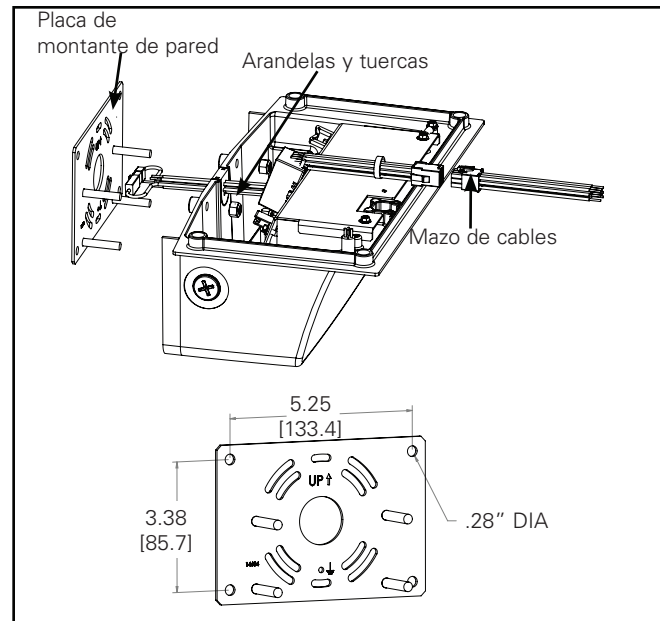

Figura 10.
- Monte la placa de montante de pared provista en la pared o sobre una caja de derivación (la caja de derivación puede montarse en la superficie o empotrarse). Utilice los orificios en las esquinas de la placa de montante para asegurarla a la pared (accesorios de montaje provistos por terceros). Utilice también los orificios para tornillos de la caja de derivación para sostener aún más la placa de montante. Tenga cuidado de no doblar la placa de montante cuando la fije a la pared (Figura 10).